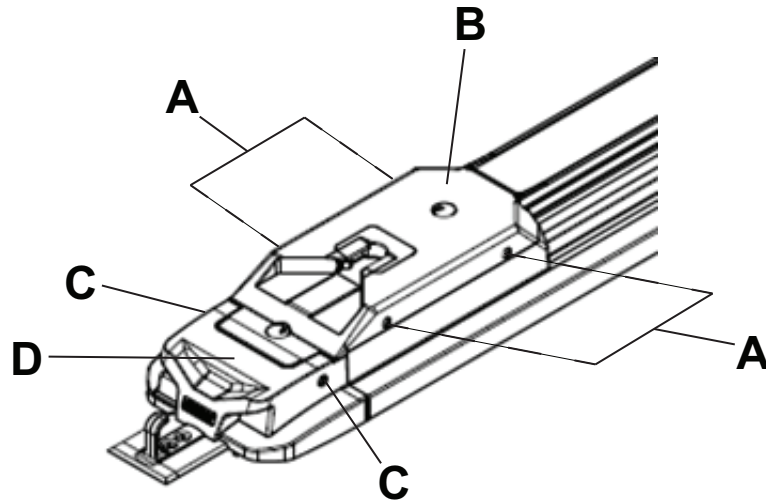

Рисунок 13 – Блок крышки ножного конца
9. Используя звездообразную отвертку T27, выкрутите четыре винта с цилиндрической головкой и шестигранным углублением под ключ (A), которые крепят блок крышки ножного конца (B) к несущей тележке (Рисунок 13). Сохраните эти винты.
10. Используя звездообразную отвертку T27, выкрутите два винта с внутренним шестигранником и круглой головкой (С), которые крепят блок крышки ножного конца к носовой части ножного конца (D) (Рисунок 13). Сохраните эти винты.